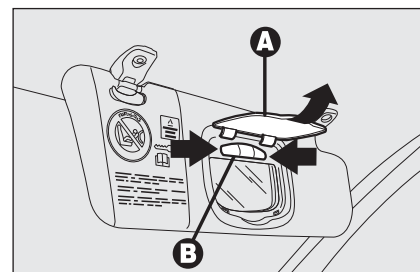

fig. 46
- aprire la copertura **A-fig. 46** dello specchietto;